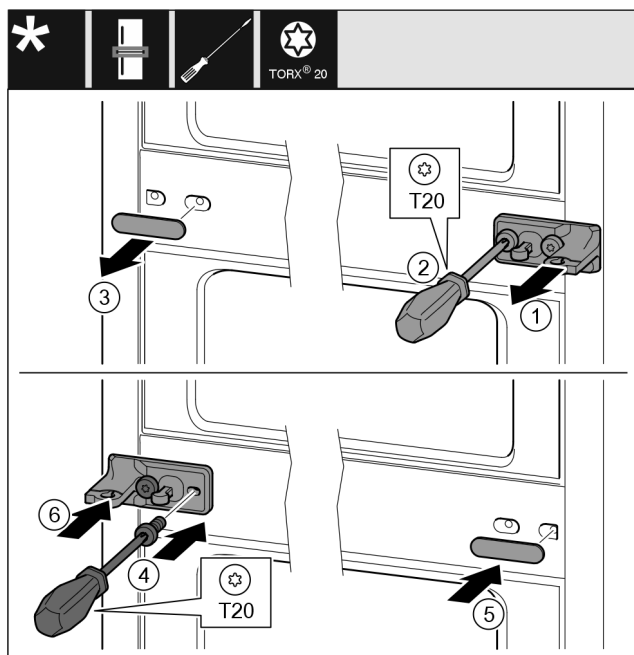

Fig. 33
- ▶ Stáhněte podložku. Fig. 33 (1)
- ▶ Šroubovákem T20 vyšroubujte šrouby. Fig. 33 (2)
- ▶ Opatrně stáhněte kryt. Fig. 33 (3)
- ▶ Stojan ložiska s fólií otočený o 180° pevně přišroubujte na druhé straně. Fig. 33 (4)
- ▶ Kryt otočený o 180° namontujte na druhé straně. Fig. 33 (5)
- ▶ Zepředu nasuňte podložku. Fig. 33 (6)